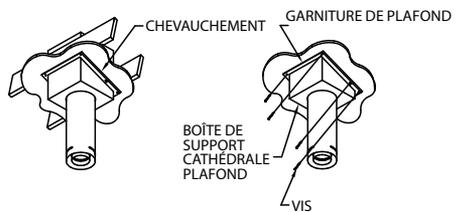

Figure 22
Étape 9. Poser le collet de finition noir autour de l'extérieur de la boîte d'encastrement de plafond cathédrale. Les deux pièces du collet de finition glissent l'une sur l'autre pour permettre un ajustement facile autour de la boîte d'encastrement. À l'aide des six (6) vis fournies, fixer les quatre coins et les sections chevauchantes du collet de finition en dessous du plafond. Vous pouvez également percer les trous pour les sections chevauchantes afin d'en faciliter la pose (**Fig. 22**).